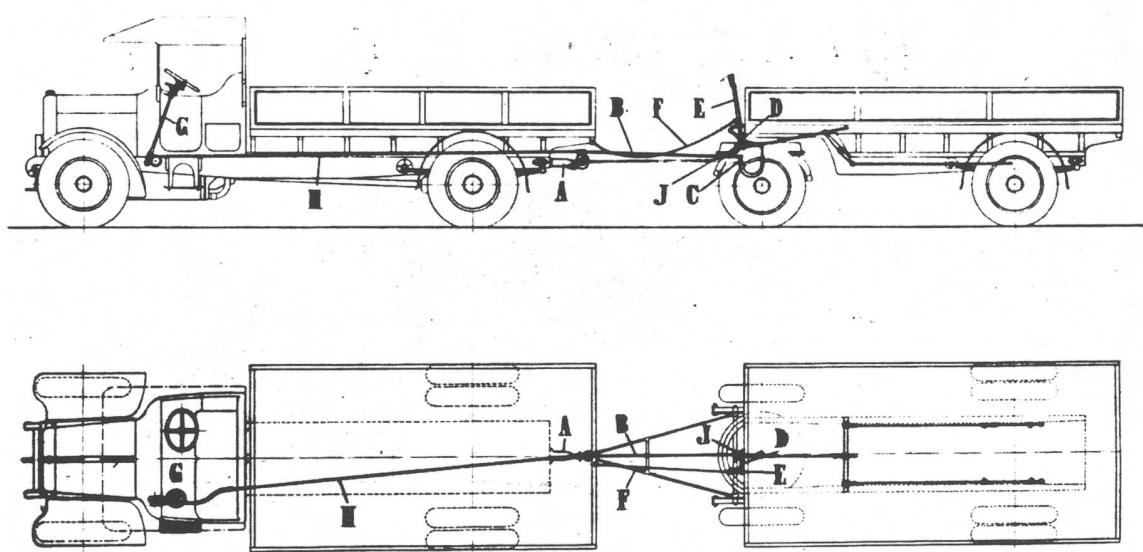

Abb. 5. Bremsschema.
Das Kabel (B) ist einfach an einem geeigneten Hebel des Bremsystems des Anhängers befestigt, wie Abbildung 5 zeigt.
Abbildung 5 zeigt das gesamte Bremsschema. Das Kabel (B) der automatischen Bremsvorrichtung wirkt auf den Hebel (C) des Bremsgestänges. Dieses kann unabhängig durch den Handhebel und mittels des Kabels (H) durch die Vorrichtung beim Führersitz betätigt werden.